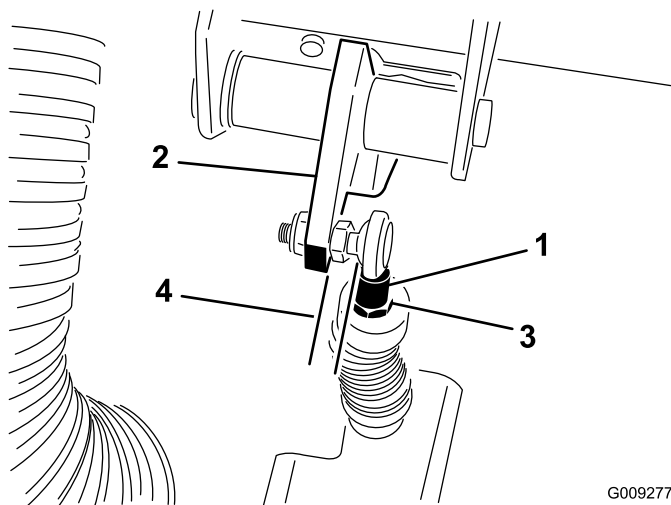

Figura 63
**Importante:** Asegúrese de que la rótula de la varilla está situada correctamente en la bola, sin estar torcida, y que permanece paralela al pedal del embrague después de apretar la contratuerca (Figura 63).